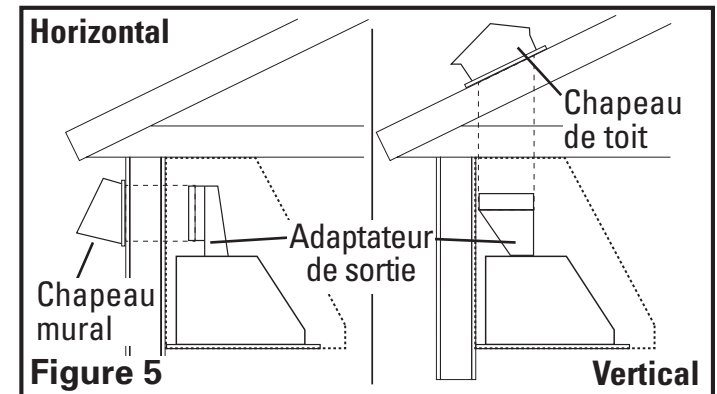

Figure 5
- Déterminer le type de conduits dont vous aurez besoin (Figure 5).
**REMARQUE** : Lorsque la terminaison du conduit est similaire à celle illustrée à la figure 5 (passant au travers du mur sur lequel la hotte est installée) l'installation requiert une considération spéciale. Dépendant de où les montants muraux sont situés, il peut être